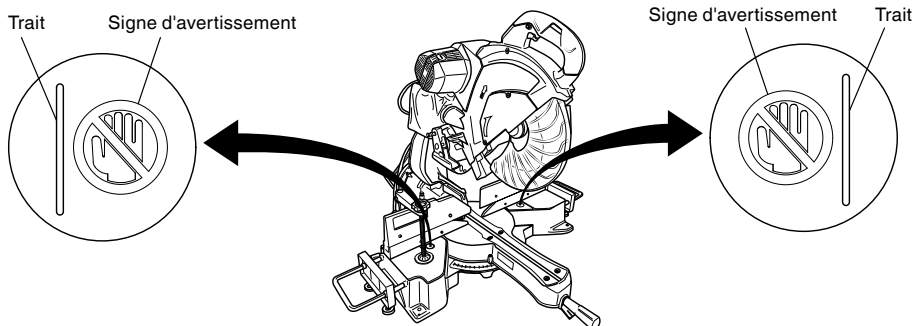

Fig. 22
- \* Ne jamais amener les membres à l'intérieur de la ligne à côté du signe d'avertissement pendant que l'outil fonctionne. Cela pourrait être dangereux (voir Fig. 22).